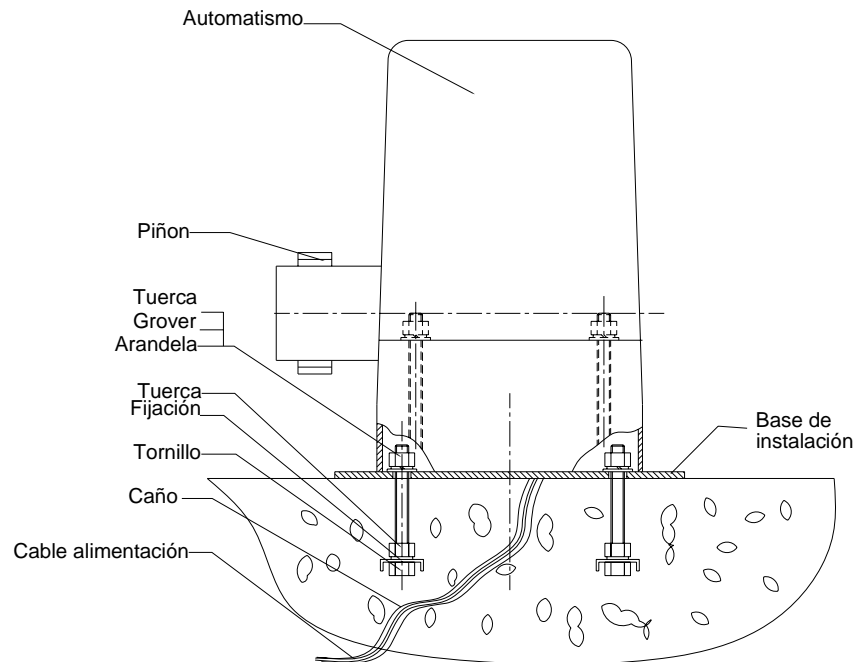

Fig 2
**MUY IMPORTANTE** Antes de proceder a su automatización verificar el buen funcionamiento del portón y que no tenga inconvenientes en todo su desplazamiento. El automatismo debe ser instalados de acuerdo a la Fig.2